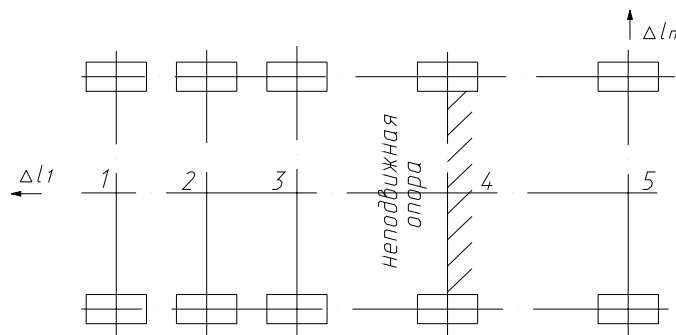

Рис. 1
5.3. Сдвиньте нижние плиты опор топочного блока в сторону фронта и к наружным сторонам котла с учётом тепловых расширений котла (см. рис. 1).
5.8. Сдвиньте нижние плиты опор конвективного блока к задней стенке и к наружным стенкам котла с учётом тепловых расширений котла (см. рис. 1).
5.9. Установите репера у опор №1 и №5 (см. рис.1).